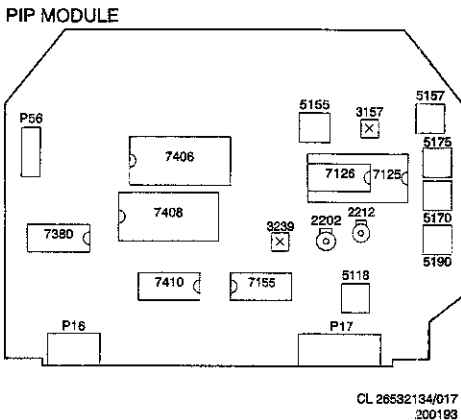

Abb. 7.5
3. Abgleicharbeiten auf der PiP-Platine (Abb. 7.5)